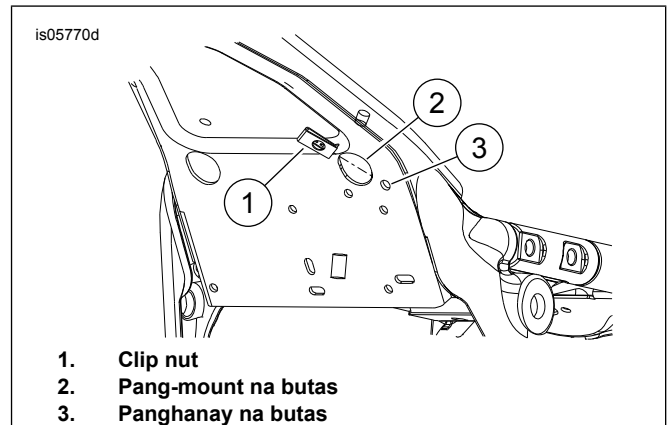

Figure 4. Ikabit ang Clip Nut
1. Tingnan ang Figure 4 . Ikabit ang clip nut (1) sa pang-mount na butas (2).
2. Ihanay ang clip sa panghanay na butas (3).